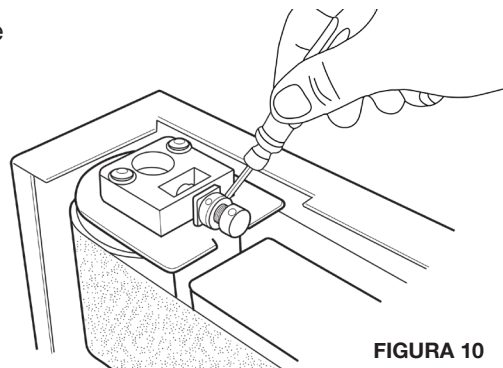

FIGURA 10
3. Según la banda se alimente por arriba o por abajo, gire el tornillo de microajuste en incrementos de 1/4 de vuelta a la izquierda o derecha hasta que la banda se alimente en forma pareja por los rodillos cuando los haga girar con la mano. Consulte la Figura 10.